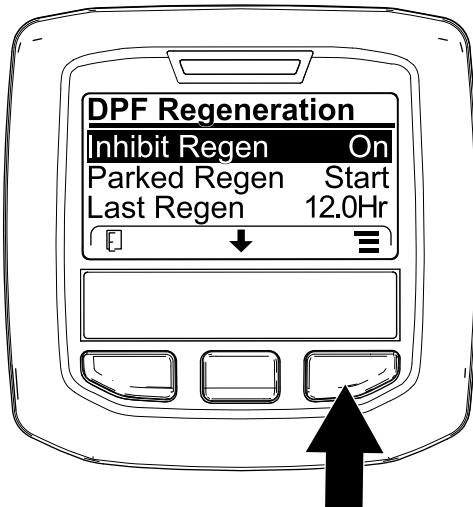

Bild 76
1. Navigieren Sie auf das Menü „DPF Regeneration“, drücken Sie die mittlere Taste und navigieren Sie auf die Option INHIBIT REGEN.; drücken Sie die rechte Taste, um den Eintrag „Inhibit Regen.“ auszuwählen (Bild 76).
2. Drücken Sie die rechte Taste, um die Einstellung für das Verhindern der Regenerierung von „On“ in „Off“ (Bild 76) oder von „Off“ in „On“ (Bild 77) zu ändern.